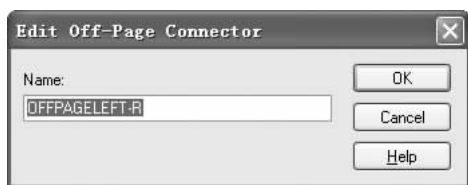

图 6-33 “Edit off - Page Connector（编辑页间连接符）”对话框
5. 双击页间连接符，弹出如图 6-33 所示的“Edit off - Page Connector (编辑页间连接符)”对话框，在“Name (名称)”文本框中输入需要修改的页间连接符名称，如图 6-33 所示。